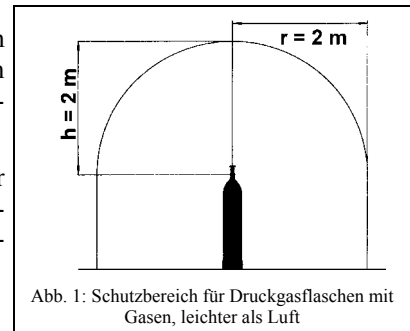

Abb. 1: Schutzbereich für Druckgasflaschen mit Gasen, leichter als Luft
- Im Schutzbereich (siehe Abb. 1) von Druckgasflaschen mit brennbaren Gasen, die leichter als Luft sind, dürfen sich keine Zündquellen befinden, durch die Gase gezündet werden können.